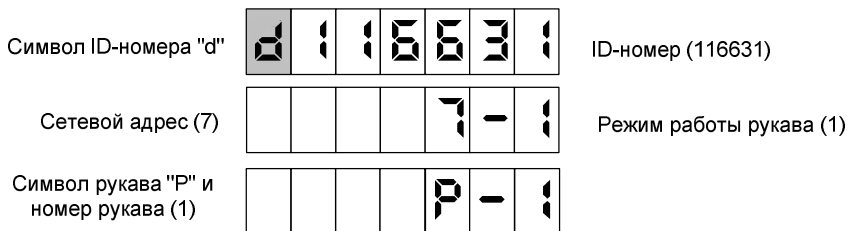

Рисунок 8
9.7 По команде СУ на табло могут отображаться сетевой адрес, режим работы и ID-номер рукава (рисунок 8). При снятии/установке любого раздаточного крана на табло выводится информация для следующего по счету рукава. По достижению последнего рукава вновь отображается информация по первому рукаву.